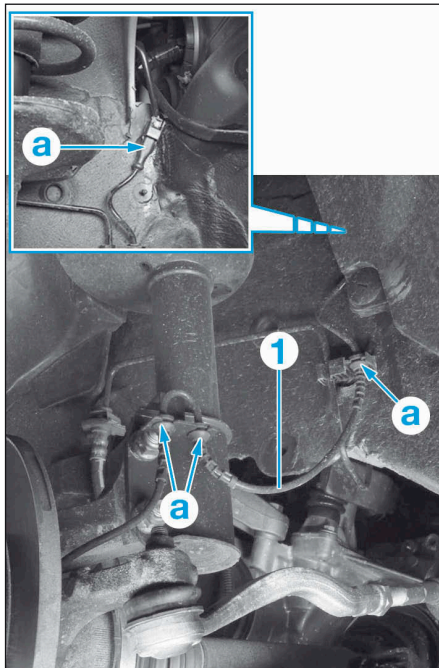

FIG.20
- Dégraffer et débrancher en (a) le faisceau du capteur de vitesse de roue (1) (Fig.20).